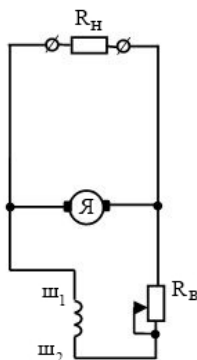
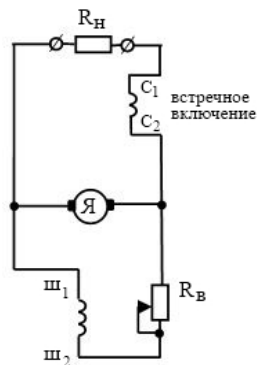

Рис.1
Рис.2
На рисунках изображены электрические схемы генераторов параллельного (рис. 1) и смешанного возбуждения при встречном включении обмоток возбуждения (рис. 2), внешняя характеристика генератора параллельного возбуждения (рис. 3).
1. Скопируйте рис. 1 и 2. Расставьте токи на электрических схемах.